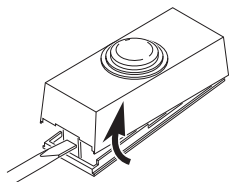
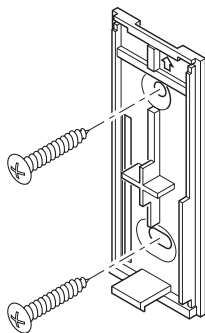

Figure 1
Figure 3
1. Retirez la languette orange de la pile du bouton-poussoir. Ôtez la partie arrière du boîtier en enfonçant la patte du bas au moyen d'un petit tournevis (voir la Figure 1). Retirez la languette orange.
- **Au moyen de vis :** Pour faire l'installation avec les vis, enlevez le dos du boîtier en poussant sur les agrafes de la base avec un tournevis (voir la Figure 1). *Remarque :* Enlevez les débris des trous de vis (au besoin) avant d'installer les vis. Fixez le dos du boîtier au chambranle ou au mur (voir la Figure 3). Enclenchez la partie avant de l'unité de bouton-poussoir en place.